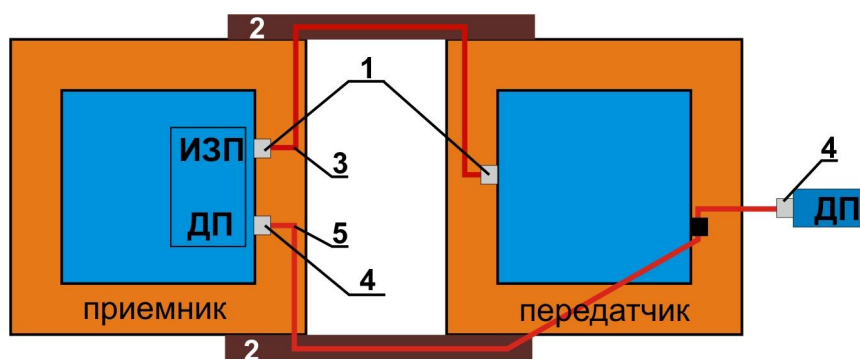

Рисунок 1.1.8. Присоединение оптических кабелей
6. Соедините «Кабелем ИЗП» (3) приемный и передающий блоки (рисунок 1.1.8). Кабель пропускается через защитную трубку, закрепленную на коромыслах (2) и подключается к разъемам (1);
7. Если датчик перемещения установлен, то соедините его «Кабелем ДП» (5) с приемным блоком (рисунок 1.1.8). Кабель пропускается через защитную трубку, закрепленную на коромыслах (2) и подключается к разъемам (4);